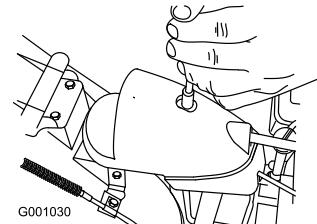

Figure 58
1. Retirez la fixation du couvercle du secteur denté (Figure 58), soulevez l'avant du couvercle et faites-le coulisser en arrière de façon à l'écartez.